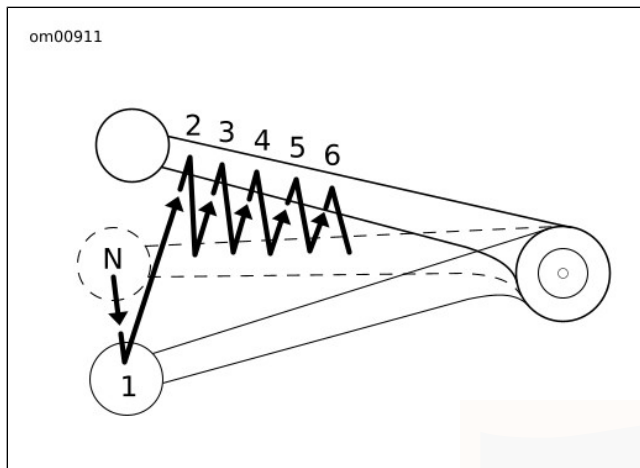

Abbildung 46. Schaltfolge: Hochschalten
1. Siehe Abbildung 46. Die Drosselklappe schließen.